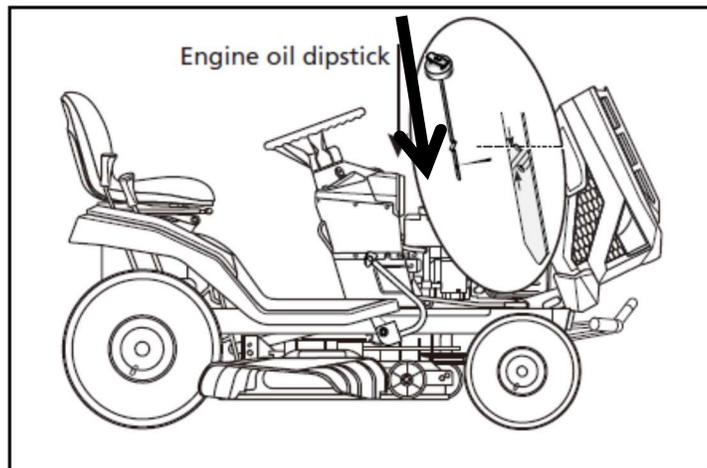

Fig.12
2. Retire la varilla (Fig.12). Retire el aceite restante de la varilla de medición.
7. Si el nivel de aceite es BAJO, agregue aceite en el tubo de llenado de aceite. (Fig. 12)